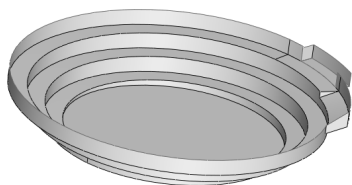

图 4-109 直纹曲面效果
STEP 7 以 **STEP 6** 所创建的草图绘制平面曲面，再通过直纹曲面操作，向上拉伸出垂直于此面的相接面，如图 4-109 所示，最后通过“平面区域”操作创建滑道接口处的上部曲面，如图 4-110 所示。